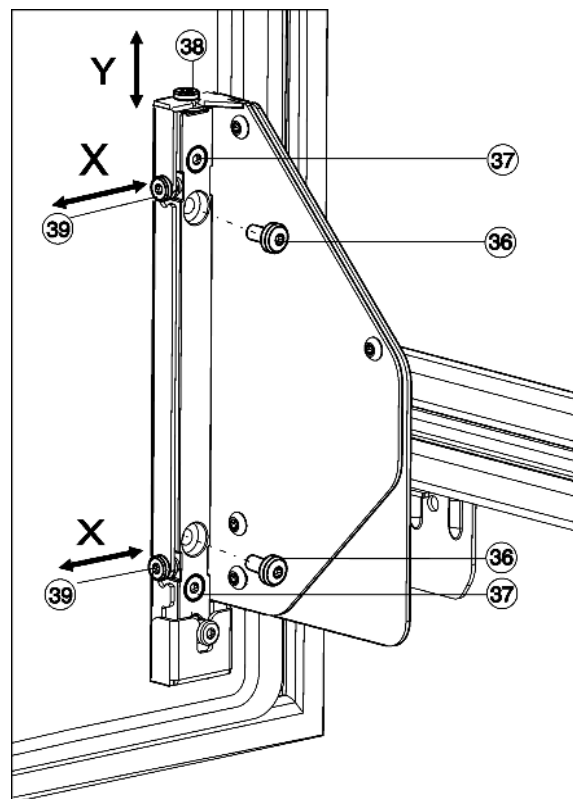

Fig. 27
- Полностью выкрутите винты Fig. 27 (36).
- ▷ Винты Fig. 27 (36) можно утилизировать, они больше не понадобятся.
- Отпустите винты Fig. 27 (37) только на 1-2 оборота.
- Вращайте регулировочный винт (38). По часовой стрелке: дверь сдвигается макс. на 4 мм вверх. Против часовой стрелки: дверь сдвигается макс. на 2 мм вниз.
- Снова затяните все винты Fig. 27 (37).
- Если винты Fig. 27 (36) ещё имеются, то выкрутите их полностью.
- Отрегулируйте установочные винты Fig. 27 (39) в зависимости от требуемого бокового направления юстировки.
- После окончания боковой юстировки снова прочно затяните винты Fig. 27 (37).